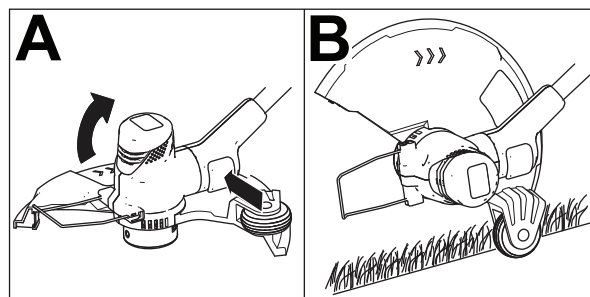

Figura 16
1. Presione el botón de giro, rote el cabezal 90° y asegúrese de que se bloquea en su sitio (Figura 16, A).
2. Apoye la desbrozadora sobre la rueda y comience a arreglar los bordes (Figura 16, B).